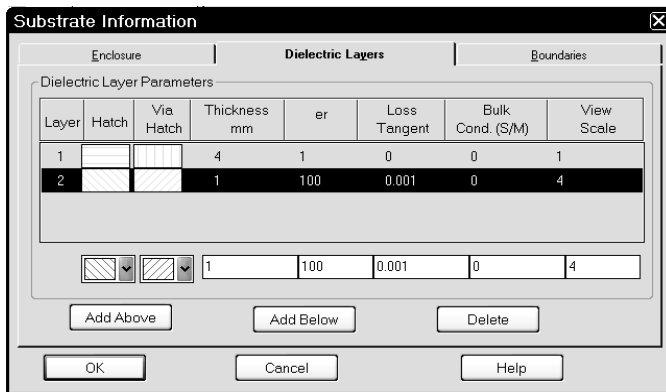

Рис. 3.118
3. Щёлкните по значку **Substrate Information** на панели инструментов. На вкладке **Enclosure** отрывшегося окна в поле **X-Dimension (mm)** введите **28.8**, в поле **X-Divisions** введите **576** (размер сетки по оси X будет 0.05 мм), в поле **Y-Dimension (mm)** введите **7**, в поле **Y-Divisions** введите **70** (размер сетки по оси Y будет 0.1 мм). На вкладке **Dielectric Layer** для слоя **1** введите толщину слоя **4**. Для слоя **2** введите толщину слоя **1**, диэлектрическую проницаемость **100**, тангенс потерь **0.001** и масштаб отображения **4** (рис. 3.118). Нажмите **OK**.